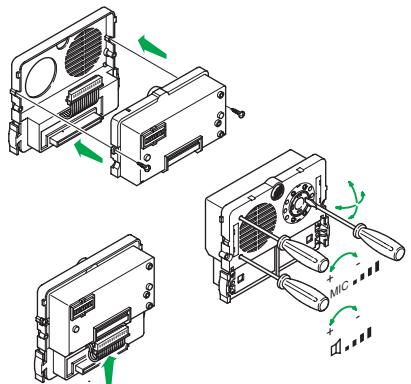

Fig. 7
- Fig. 7** Montaggio, collegamenti e regolazioni gruppo audio video
- Fig. 7** Audio-video Group Assembly, connections and adjustments
- Fig. 7** Montage connexions et réglages groupe audio video
- Fig. 7** Montage, aansluitingen en afstellingen audio systeem
- Fig. 7** Montage, Verbindungen und Einstellungen der Audio Gruppe
- Fig. 7** Montaje, conexiones y regulaciones del grupo audio-vídeo